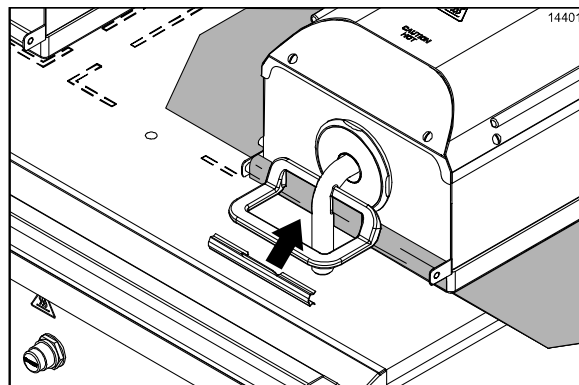

图 10
3. 使不粘膜位于固定杆的中心位置。将其拉紧到位于护套前面的不粘膜固定杆上，用固定夹片固定不粘膜。（请见图 10）